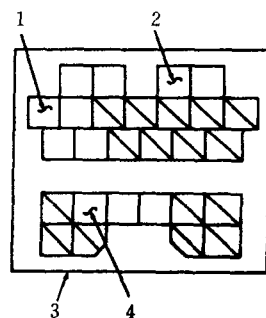

图 11 数据传输接线器 (仅 ATX) ——1993 年产 626 车型和 MX6 车型 2.0L (FS) 发动机
5) 如果装备手动变速驱动桥, 拆下双线输出 (SPOUT) 插口短路插接块。如果装备自动变速驱动桥, 用跳线连接数据传输接线器 STI (TEN) 和 GRD (地端), 参见图 11。